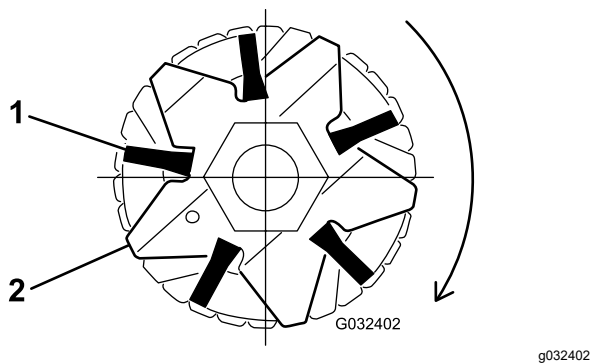

图 19
4. 检查刷子是否固定到疏草刀刀片插槽中 图 17 和 图 19。
5. 宽松地缠绕箍带如 图 17 所示绕着疏草刀滚刀轴和刷子将箍带插入刷子的凹槽中 图 19。